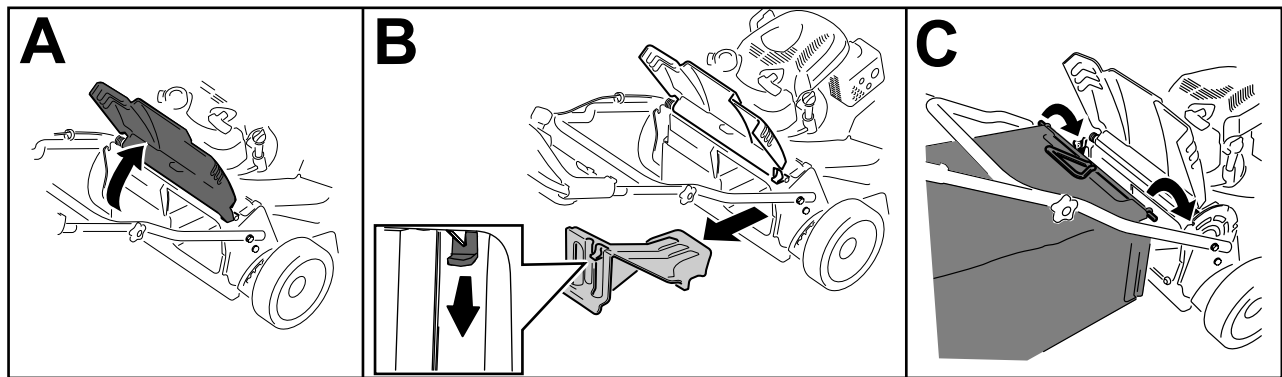

Figura 24
1. Levante y sujete el deflector trasero (Figura 24, A).
2. Retire el tapón de descarga trasero presionando hacia abajo sobre el enganche con el dedo pulgar y extrayendo del tapón de la máquina (Figura 24, B).
3. Instale la varilla de la bolsa en las muescas de la base del manillar, y mueva la bolsa hacia adelante y hacia atrás para verificar que la varilla está asentada en el fondo de cada muesca (Figura 24, C).